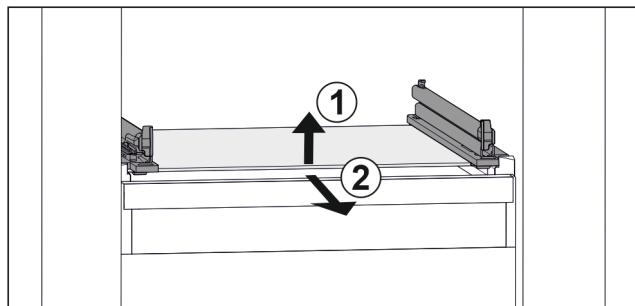

Fig. 110 玻璃隔板示意图
- 抬起玻璃隔板前部。Fig. 110 (1)
- 向前取出玻璃隔板。Fig. 110 (2)